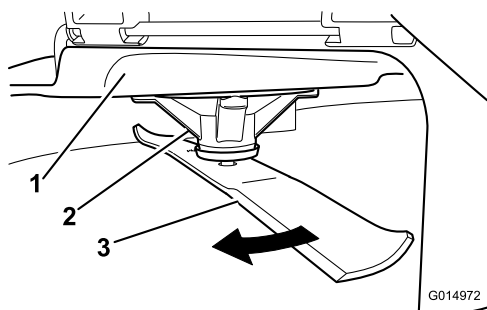

Figura 75
2. Llevando guantes fuertemente acolchados u otro tipo de protección apropiada para las manos, gire lentamente la cuchilla hasta una posición que permita medir la distancia entre el filo de corte y la superficie nivelada en la que descansa la máquina (**Figura 75**).